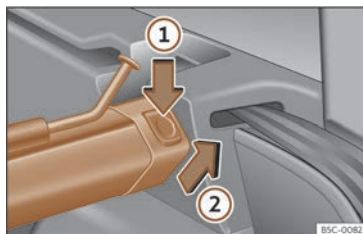

Fig. 182 Dans le coffre à bagages : démonter le filet de séparation.
- Appuyez sur la touche de déverrouillage gauche ou droite >>> **fig. 182** dans le sens de la flèche ①.
- Retirez la structure du support dans le sens de la flèche >>> **fig. 182** ②.
- Appuyez sur la structure sur les supports gauche et droit dans le sens contraire à la flèche >>> **fig. 182** ② jusqu'à ce qu'elle s'enclenche. Les repères rouges des touches de déverrouillage ne devront pas être plus visibles.